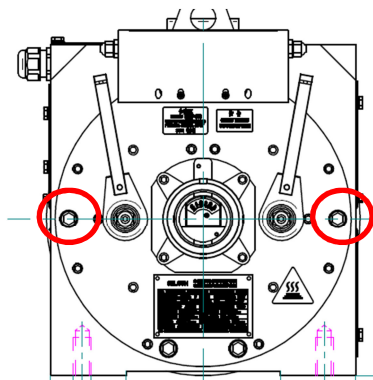

图 7 对角调整间隙
- 对角调整气隙（见 P3 图 7），先两边后上下顺序调整气隙。